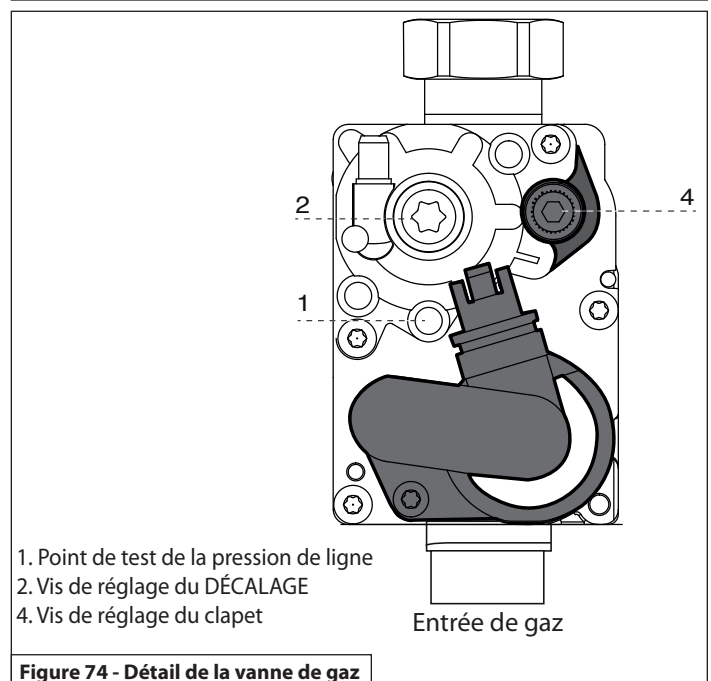

Figure 74 - Détail de la vanne de gaz
**REMARQUE :** Reportez-vous à la figure 74 pour vérifier la pression du gaz. Desserrez les écrous avant de vérifier la pression d'entrée du gaz.